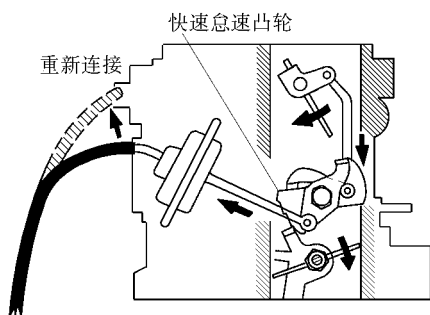
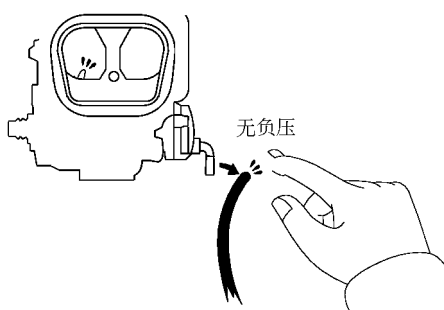

图 2-58 重新连接真空软管
图 2-59 检查辅助加速泵系统
3) 重新连接负压软管，检查阻风门连接杆是否移动，以及快怠速凸轮是否被松脱到第 3 挡，如图 2-58 所示。
(10) 检查阻风门是否全开。
(11) 检查辅助加速泵 (AAP) 系统。预热发动机到正常的工作温度，从 AAP 上脱开负压软管，用手指检查是否有负压，再重新连接负压软管，关闭发动机，如图 2-59 所示。